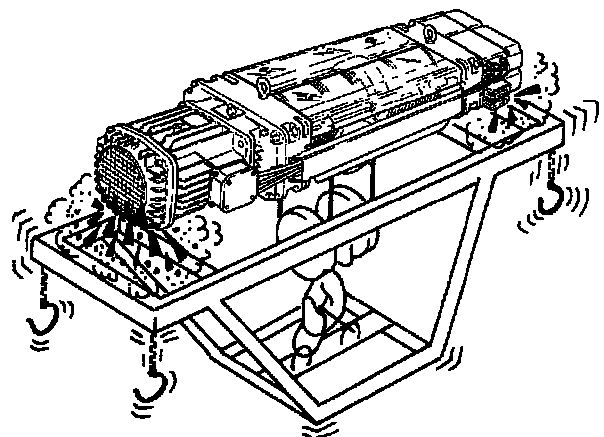

Abb. 105
- Anschlagmittel, die mit Teilen des E-Zugs oder der Laufkatze kollidieren können (Abb. 105).